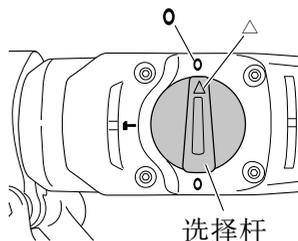

图 2
(1) 将选择杆的 ▲ 对准曲柄盖的 ◎，可以随意改变刀刃角度，如图 2 所示。